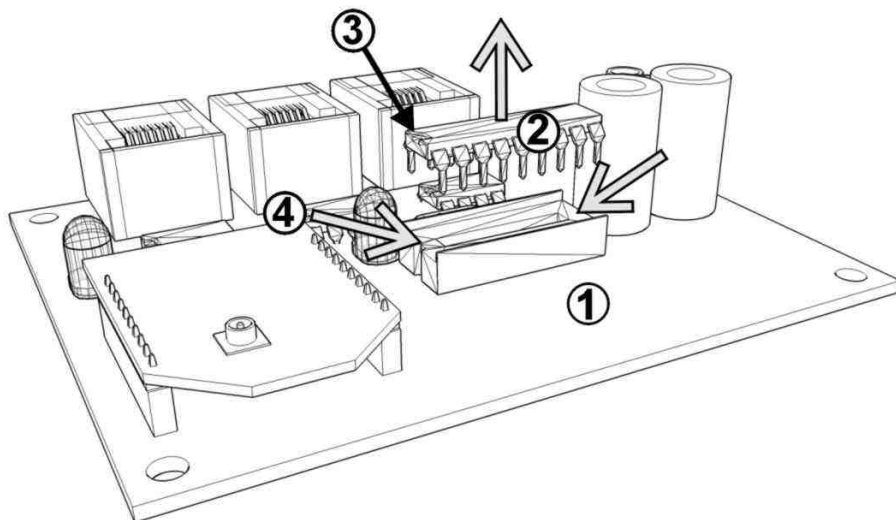

Abb. 6: Ersetzen des Mikrocontroller
2. Feststellen, wo der Mikrocontroller sitzt und mit einem kleinen Schlitzschraubenzieher abwechselnd entlang den kürzeren Kanten anheben, um den Mikrocontroller aus seiner Aufnahme zu nehmen (Abb. 6).